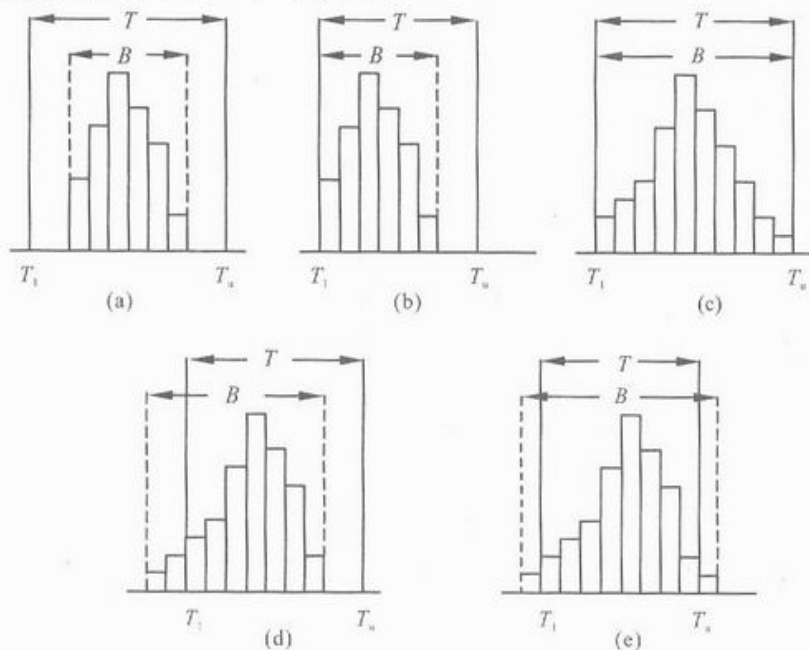

图 4-7 直方图分布与质量标准的比较
(2) 直方图与质量标准的比较 当工序处于稳定状态后, 还需要进一步与质量标准进行比较, 以判断工序能力能否满足质量标准的要求。直方图与质量标准的关系如图 4-7 所示。
①理想直方图。其分布中心与质量标准重合, 散布范围 B 在标准界限 $T = [T_l, T_u]$ 内且略有富余, 表示工序处于受控状态 [图 4-7 (a)]。
②散布范围 B 在标准界限 $T = [T_l, T_u]$ 内, 分布中心偏移质量标准的中心。一边有余量, 一边重合, 出现废次品的可能性较大, 应采取措施使分布中心与标准中心重合 [图 4-7 (b)]。
③ B 与 T 完全一致, 两边无余量。表示过程能力不足, 过程会产生一定的废次品 [图 4-7 (c)]。
④分布中心偏移标准中心, 一侧超出标准界限。将会产生比较多的废次品 [图 4-7 (d)]。
⑤散布范围 B 超出 T , 两侧超出标准界限。过程能力严重不足, 肯定会产生大量的废次品 [图 4-7 (e)]。